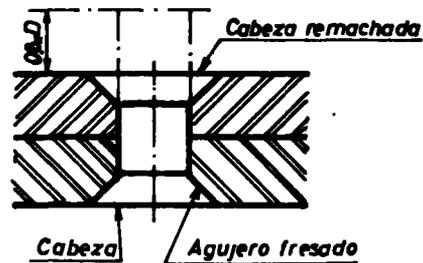

Fig. 5
- Para cabeza fresada: $E = 0,8\phi$ (fig. 5).